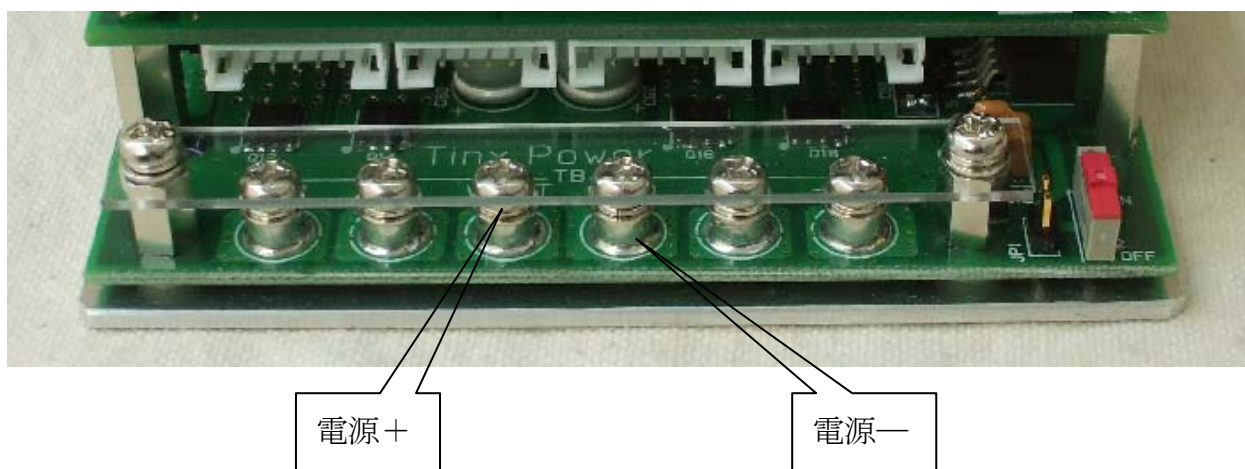

図4.1.3 電源ケーブル接続
(3) TB端子（電源，モータ）のVBAT，GNDの端子に電源ケーブルを接続してください。（図4.1.3）